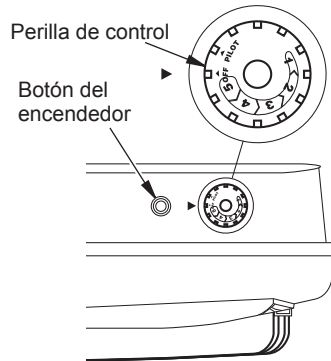

Figura 19 - Perilla de control en la posición OFF (apagado)
5. Gire la perilla de control en sentido contrario de las manecillas del reloj ↶ hasta la posición PILOT (piloto). Presione la perilla de control durante cinco (5) segundos (consulte la Figura 19).